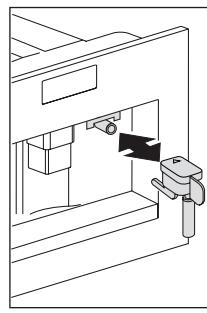

Fig. 13
- Asegúrese de que el surtidor de agua está en su lugar y fijado a la boquilla (Fig. 13).